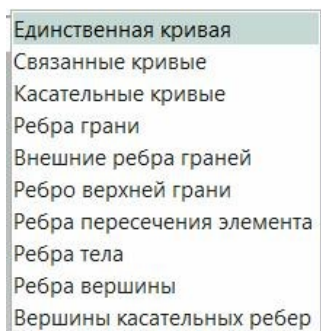

рис.33
- Не забывайте пользоваться инструментами *панели выбора*. В частности, при скруглении многих ребер удобно пользоваться опциями рис.33.